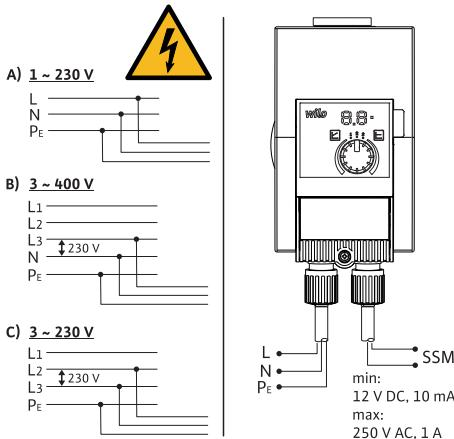

Fig. 3: Ühendusvõimalused
- Ühendage 230 V madalpingevõrkudega. Ühendamisel IT-võrkudega (Isolé Terre juhistikusüsteem) veenduge kindlasti, et faasidevaheline pinge (L1-L2, L2-L3, L3-L1 → Fig. 3) ei ületaks 230 V. Vea korral (maaühendus) ei tohi faasi ja PE vaheline pinge ületada 230 V.